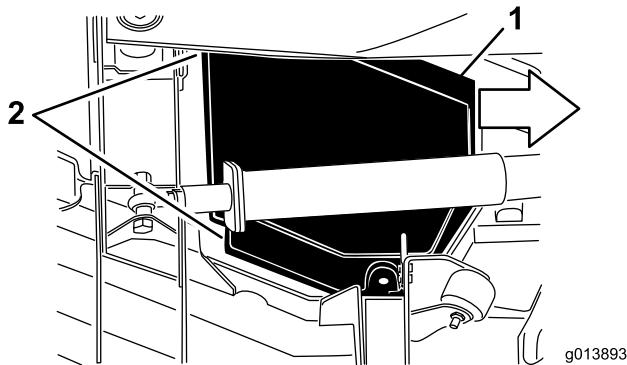

Figure 46
5. Tout en soulevant le couvercle, faites-le glisser vers le groupe de déplacement d'environ 2,5 cm pour dégager le bord extérieur du couvercle du plateau (Figure 46).